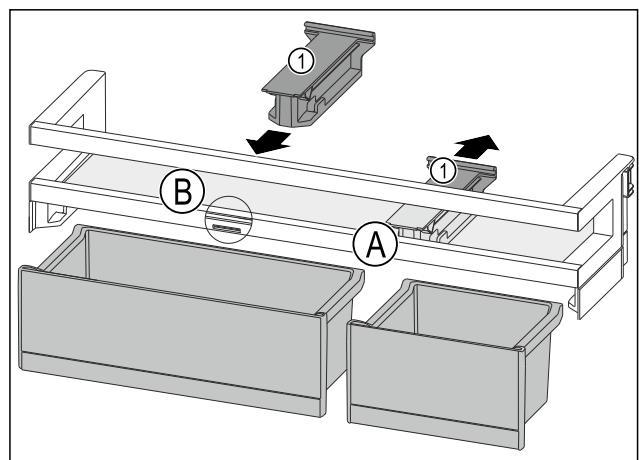

Fig. 114
- Halteteil Fig. 114 (1) in Position Fig. 114 (A) nach hinten abziehen.
- Halteteil Fig. 114 (1) in Position Fig. 114 (B) einsetzen.